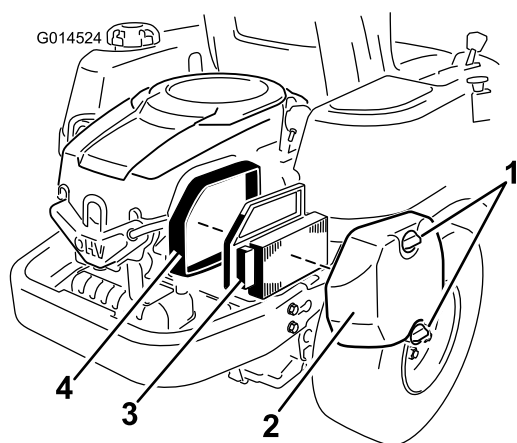

Figura 26
1. Retire la tapa del limpiador de aire (Figura 26).
2. Retire el elemento limpiador de aire con la junta de goma integral (Figura 26).
5. Instale el elemento del limpiador de aire con el lado plisado hacia fuera, y asiente la junta de goma en los bordes de la base del limpiador de aire (Figura 26).
6. Vuelva a instalar la tapa del limpiador de aire y fíjela con los dos pomos (Figura 26).